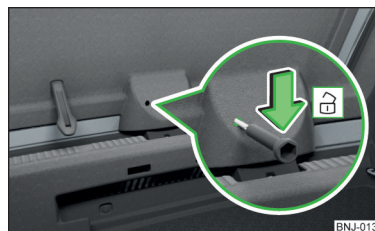

Fig. 195
- Introdurre un cacciavite o un attrezzo simile nell'apertura del rivestimento del portellone » **fig. 195** fino all'arresto.